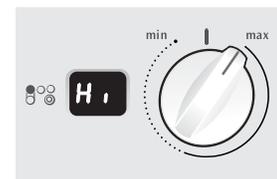

Figure 2
2. Enfoncez et tournez le bouton de commande d'un côté ou de l'autre en vous référant à l'écran ESEC (Fig. 2) pour obtenir le réglage désiré. Tournez le bouton de commande pour ajuster le réglage si désiré. Débutez la plupart des cuissons à la position la plus élevée et ensuite continuez la cuisson en réglant le bouton à un réglage plus faible. Chacun des éléments de cuisson produit une chaleur constante. Si un halo rouge déborde de l'ustensile de cuisson ceci indique que le diamètre de ce dernier est trop petit pour l'élément utilisé.